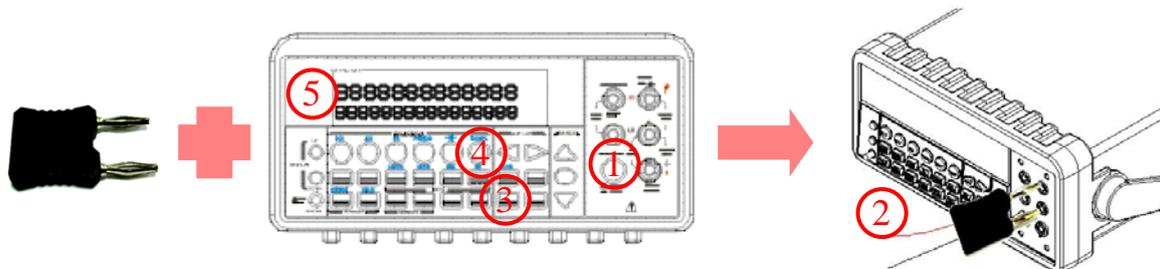

図 3-12
- ① TERMINALS スイッチを使用して前面パネルの入力端子を選択します。
- ② 図 3-12 に示すように、必ず熱電対アダプタと熱電対モジュールの組み合わせで温度を測定します。(以下の図に示すようにモジュールの接続が完成したら、次のステップに進みます。)
- ③ CONFIG、SHIFT、TCOUPPL(TEMP)ボタンを順に押して、K TYPE、°C をはじめとする熱電対のタイプ及び単位を設定した後、ENTER ボタンを押します。
- ④ SHIFT、TEMP ボタンを順に押します。
- ⑤ ディスプレイ上の測定値を読み取ります。